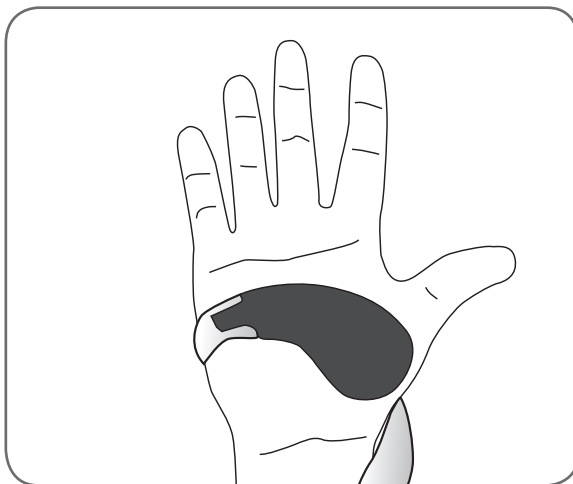

Figure 8-9 : Positionnement du thénar.
1. Positionnez l'orthèse sur une surface stable et placez votre main dans l'extrémité en spirale. L'électrode en tissu n° 3 du thénar doit se trouver à la base de votre pouce. Reportez-vous à la Figure 8-9.